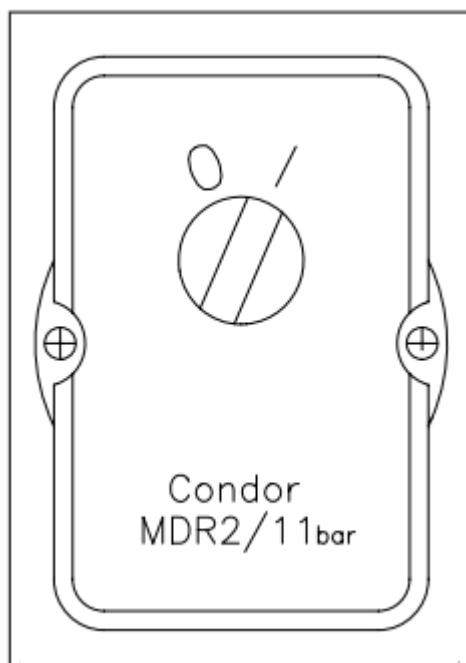

Abb. 2:0/1-Schalter des Kompressors
- ◆ Stellen Sie den Einschaltknopf auf "0" (Abb. 2:).